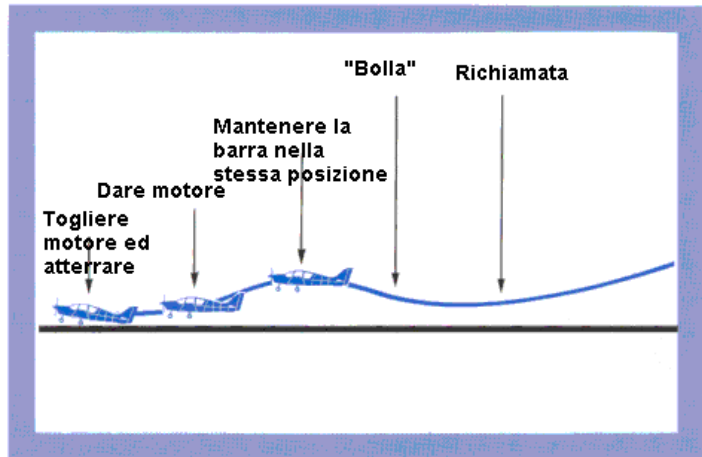

Figura 23
- 5) Con la mano sulla manetta, fate andare lo sguardo avanti ed indietro. Ritardate il contatto con una progressiva trazione sulla barra. Se si sviluppa una "bolla" resistete alla tentazione di picchiare. Mantenete l'elevatore dove si trova; date un po' di potenza per ridurre il rateo di discesa e poi controllate l'ulteriore tendenza alla discesa tirando la barra. Chiudete la manetta e state pronti al contatto imminente (Figura 23). Cercate di toccare con un assetto cabrato, prima con il carrello principale.